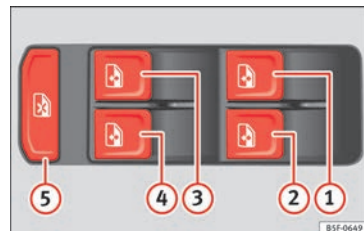

Fig. 139 Detalle de la puerta del conductor: mandos para las ventanillas.
Mediante el mando de seguridad » » » **fig. 139** ⑤ de la puerta del conductor puede desactivar las teclas de los elevallunas de las puertas traseras.
Las teclas » fig. 139 ①, ②, ③ y ④ tienen dos posiciones para la apertura de las ventanillas y otras dos para el cierre. De este modo es más fácil controlar las operaciones de apertura y cierre.